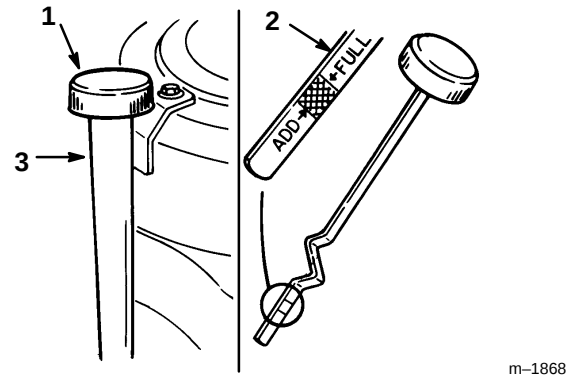

Abbildung 31
3. Den Bereich um den Ölpeilstab (Abb. 31) herum sauberwischen, damit kein Schmutz in die Einfüllöffnung fallen und den Motor beschädigen kann.
4. Den Ölpeilstab losschrauben und das Metallende sauber wischen (Abb. 31).
5. Den Ölpeilstab vollständig auf das Einfüllrohr schrauben (Abb. 31). Den Peilstab wieder losschrauben und das Metallende untersuchen. Wenn der Ölstand zu niedrig ist, langsam nur soviel Öl in das Einfüllrohr gießen, daß der Ölstand bis zur "FULL"-Markierung gebracht wird.
6. Langsam ca. 80% der angegebenen Ölmenge in das Einfüllrohr gießen (Abb. 31). Dann den Ölstand kontrollieren. Siehe “Ölstandskontrolle”, Seite 36, Schritte 4–5.